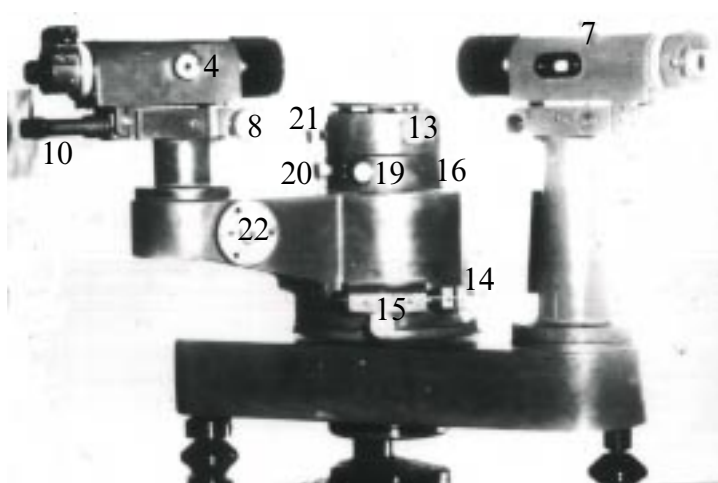
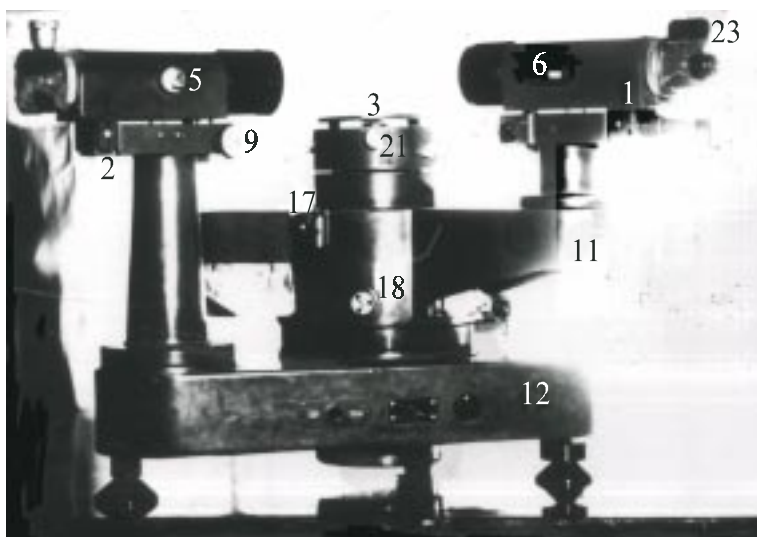

Рис.4.
Рис.5.
Фотография одного из имеющихся в нашей лаборатории гониометров ГС-5 приведена на рис.4,5. Прибор состоит из следующих основных узлов: зрительная труба (1), коллиматор для создания параллельного пучка лучей (2), столика (3) для установки исследуемого объекта и отсчетного лимба.
1. Юстировка трубы. Труба гониометра фокусируется на бесконечность. Предварительно производится глубокая фокусировка винтом (4) (см. рис.5) по шкале (6) (см. рис.4). Для фокусировки на бесконечность нужно поставить на столик гониометра плоскопараллельную пластинку. Затем небольшими поворотами и наклонами столика вывести изображение светлого креста в поле зрения трубы. Эта задача осложняется тем, что поле зрения трубы очень мало ( $0^{\circ}50'$ ). Поэтому сначала подбирают наклон столика грубо, освещая плоскопараллельную пластинку зрительной трубой под небольшим углом и наблюдая отраженный пучок лучей простым глазом. При этом надо наклоны столика стремиться вывести изображение креста в горизонтальную плоскость, проходящую через ось трубы. Эту операцию легче выполнить, когда отражающая поверхность перпендикулярна одной из осей наклона столика.